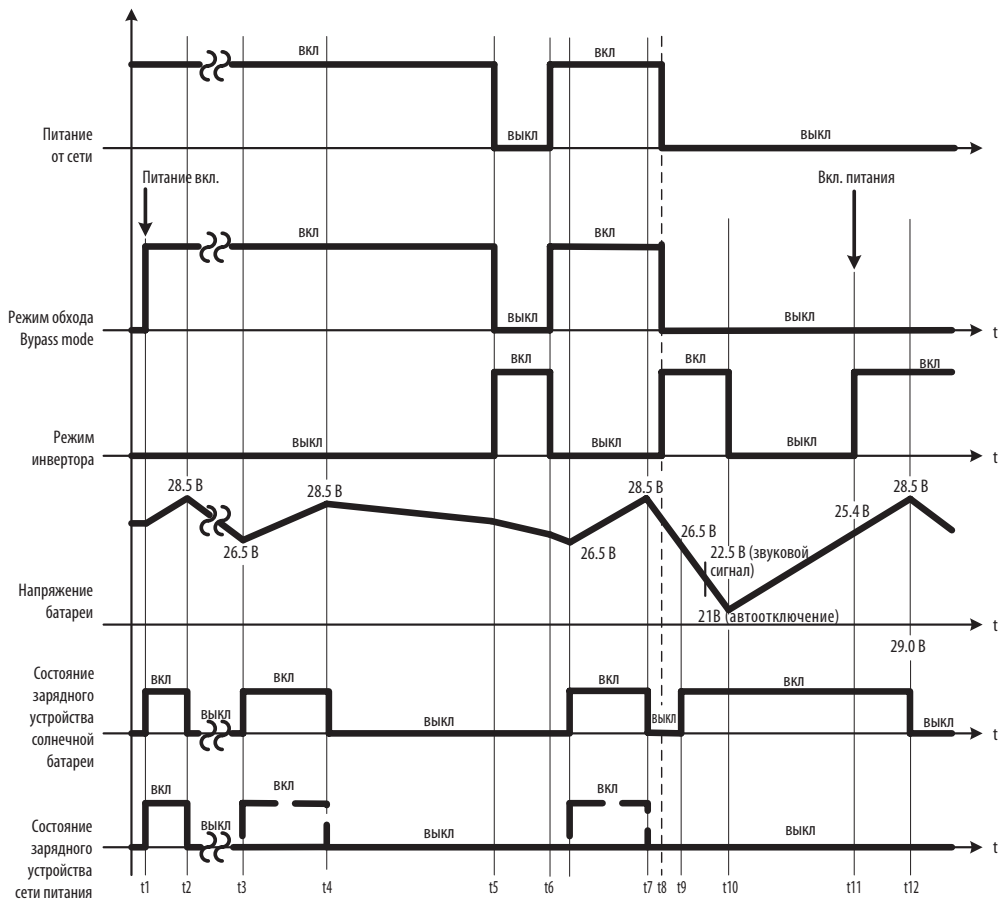

Рисунок 4.1: Логика управления в режиме ИБП
Основным отличием режимов энергосбережения и ИБП является количество сберегаемой энергии. В режиме ИБП устройство находится в режиме Bypass mode до тех пор, пока доступно питание от сети переменного тока (220 В/50 Гц). Таким образом осуществляется сохранение меньшего количества энергии (см. Рис. 4.1, логика управления в режиме ИБП). В энергосберегающем режиме на вход устройства поступает энергия от солнечной батареи. Если это возможно, в целях большего энергосбережения ЦПУ осуществляет выбор внешних солнечных батарей как приоритетного источника энергии. Если уровень энергии, поступающей от солнечной батареи, слишком низок, а сеть питания переменного тока (220 В/50 Гц) не работает, питание инвертора осуществляется от аккумуляторной батареи. Если уровень заряда аккумуляторных батарей опустится до 10~20% от номинала, ЦПУ будет осуществлять непрерывную подачу звукового сигнала до полного отключения системы.
4.1 Описание логики управления в режиме ИБП (UPS Mode), (рис. 4.1.)